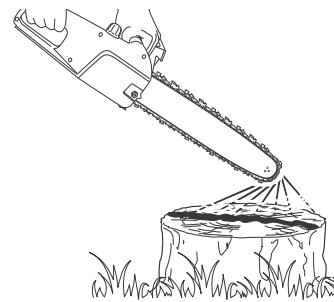

Fig. 16
- > Asegúrese de que la barra guía (4) y la cadena de la sierra (3) estén en su lugar cuando compruebe el suministro de aceite.
- > Arranque el motor; manténgala en marcha a potencia media y compruebe si el aceite de cadenas se suministra como indica la figura (Fig. 16).